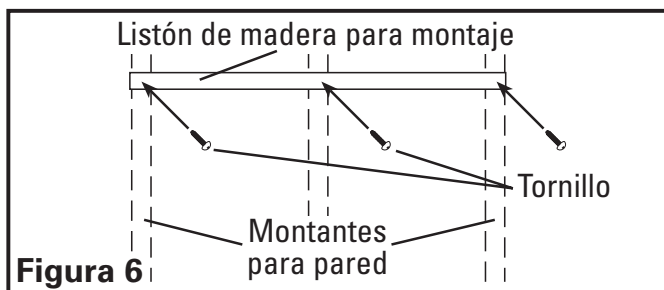

Figura 6
2. Asegure el listón de madera incluido en su lugar usando los tornillos de montaje de 254 mm suministrados y garantizando que los tornillos estén sujetos a los montantes para pared (Figura 6).